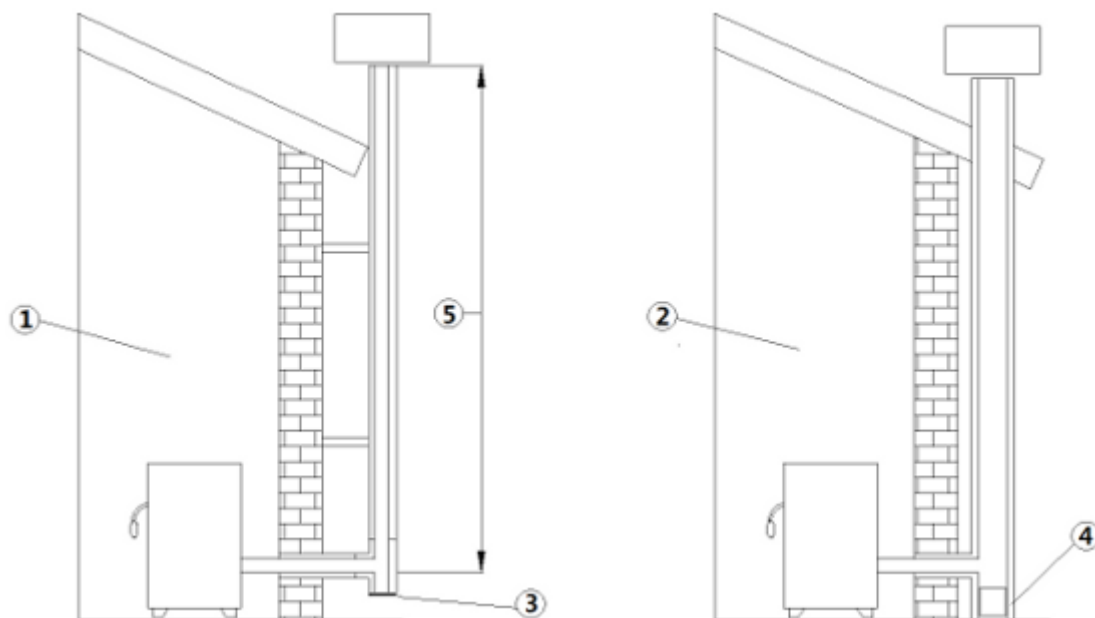

Fig. 1 - Rookkanalen
LEGENDA Fig. 1 op pag. 7
- Het rookkanaal moet enkelvoudig zijn (zie **Fig. 1 op pag. 7** met geïsoleerde inox-buizen (1) of op een bestaand rookkanaal (2).
- Beide oplossingen moeten een inspectiedop (3) en/of een inspectieluikje (4) bezitten.